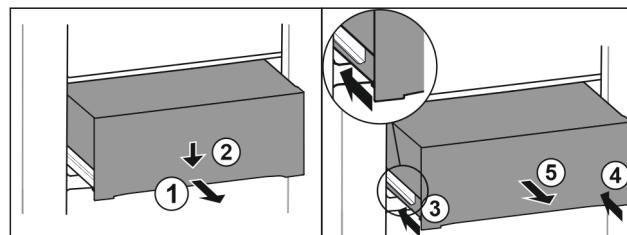

Fig. 85
- 将抽屉拉出一半。Fig. 85 (1)
► 朝下按压正面的抽屉。Fig. 85 (2)
► 将左侧轨道推入大约 2 cm。Fig. 85 (3)
► 将右侧轨道推入大约 2 cm。Fig. 85 (4)
► 朝前取出抽屉。Fig. 85 (5)